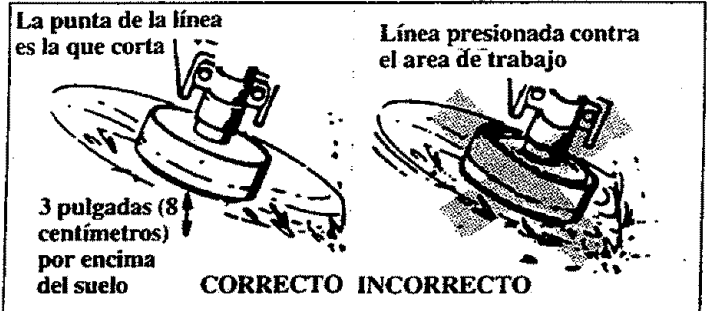

Figura 8
- La punta de la línea es la que corta. Usted obtendrá el mejor rendimiento y el desgaste mínimo de la línea si no la presiona dentro del área de corte. Las formas correctas e incorrectas están mostradas en la Figura 8.